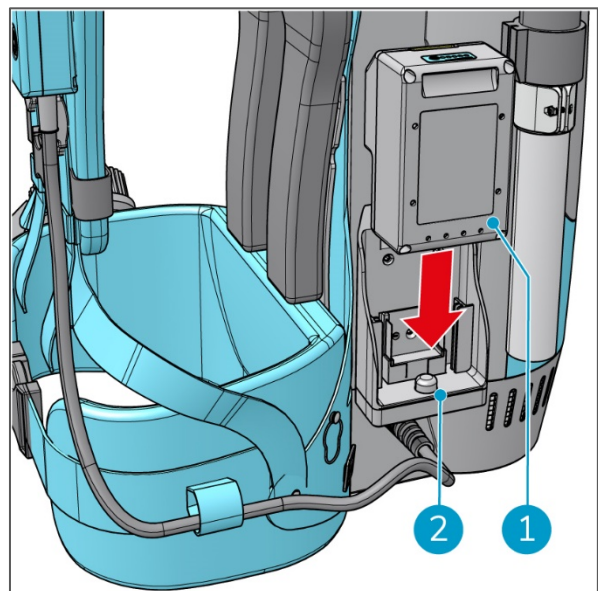

Figura 12
1. Inserta la batería (Figura 12, pos. 1) en la ranura (Figura 12, pos. 2) hasta que escuches un "clic". La batería estará fija. Repítelo con la segunda batería.